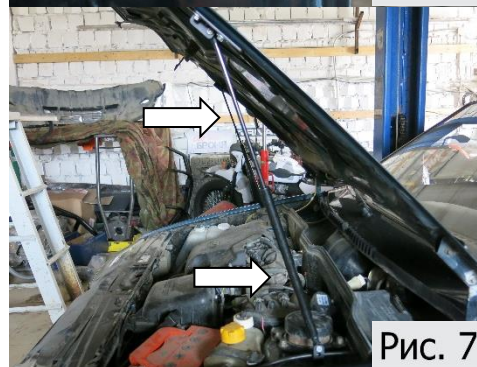

Рис. 7
8. Убрать штатный упор. Защелкнуть фитинги амортизаторов на шарниры. Амортизаторы устанавливаются штоком к капоту (Рис.7).